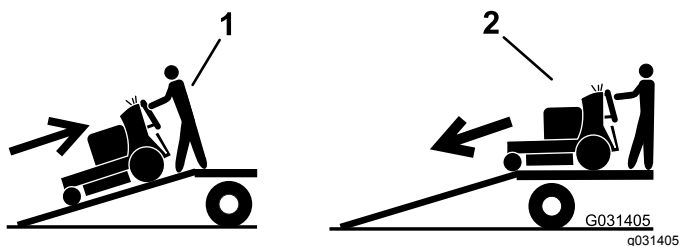

Figura 54
5. Suba la máquina por la rampa en marcha atrás (Figura 54).